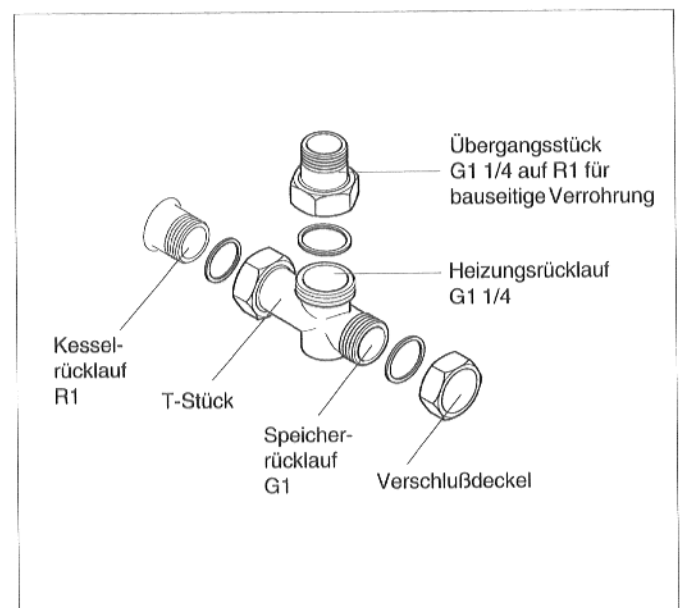

Abb. 6: Rücklauf
* siehe auch Abb. 6
- Dichtung in die Überwurfmutter G1 des mitgelieferten T-Stücks einlegen und T-Stück am Rücklauf festschrauben (Abb. 6). Wird kein Speicher-Brauchwassererwärmer angeschlossen, Verschlußdeckel mit Dichtung aufschrauben (Abb. 6).
Das mitgelieferte Übergangsstück G1 1/4 auf R1 für den Heizungsrücklauf am 90°-Abgang montieren, wenn keine Original-Rohrgruppe (Zubehör) verwendet wird (Abb. 6).